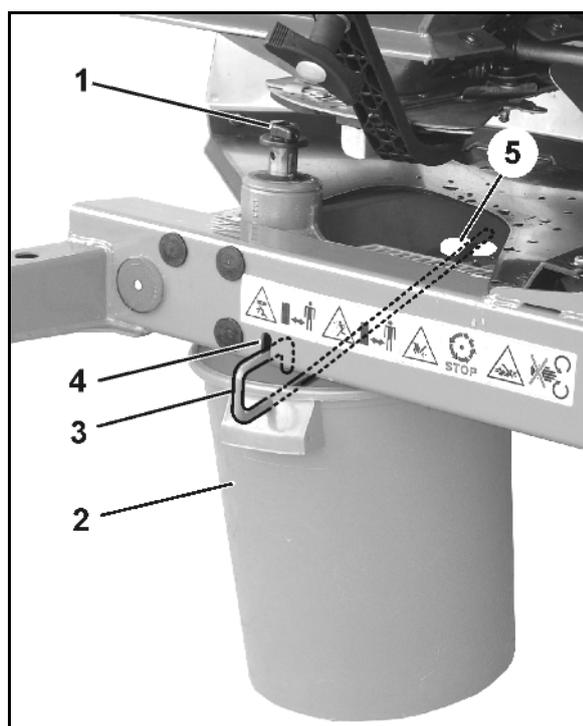

Fig. 40
- 2.1 Flügelschraube (Fig. 40/1) zur Befestigung der Streuscheibe herausschrauben und Streuscheibe von Getriebewelle abziehen.
3. Auffangbehälter (Fig. 40/2) mittels Bügel (Fig. 40/3) in die Aufnahmen (Fig. 40/4 und Fig. 40/5) am Rahmen einhängen.